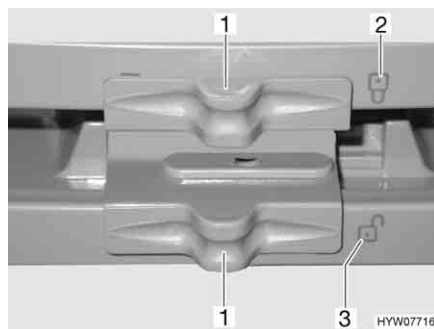

Bild 144 Verriegelung der Kühlschranktür/Frosterfachtür (Dometic 7er-Reihe mit separatem Frosterfach)
- Verriegelung (Bild 144, 1) zur Seite schieben, so dass das offene Schloss "G" (Bild 144, 3) sichtbar ist.
- Verriegelung (Bild 144,1) zur Seite schieben, so dass das geschlossene Schloss "🔒" (Bild 144,2) sichtbar ist.